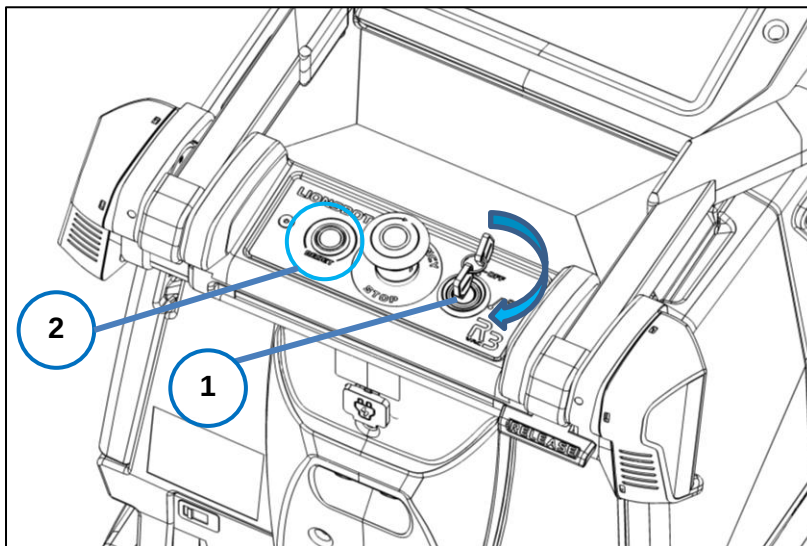

Fig. 1
1. Insérez la clé dans l'interrupteur comme illustré (Fig. 1 -1).